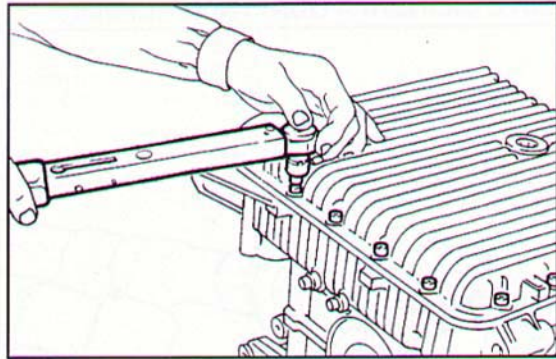

Fig. 161 ▲
- sistemare la guarnizione e il coperchio coppa olio, quindi chiudere le venti brugole alla coppia di serraggio di 1,1 kgm (Fig. 161);
- position the gasket and oil sump cover. Tighten the twenty Allen screws to a torque of 1.1 kgm (Fig. 161);